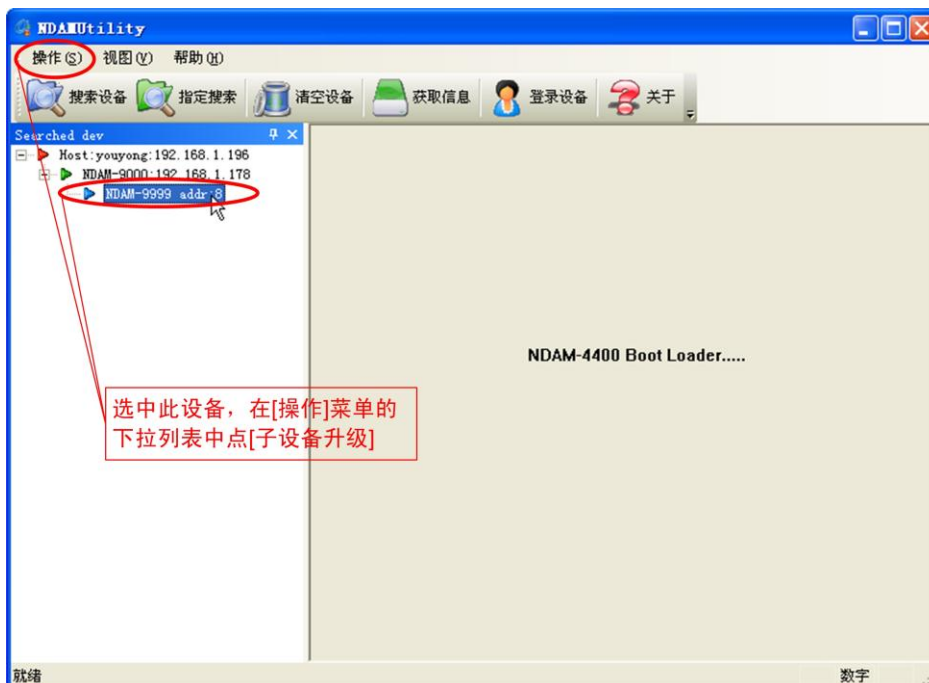

图 3.10 硬件设置方式实现固件升级操作
- 2) 搜索并登陆设备，选中“NDAM-9999 addr:8”，如图 3.10 所示；